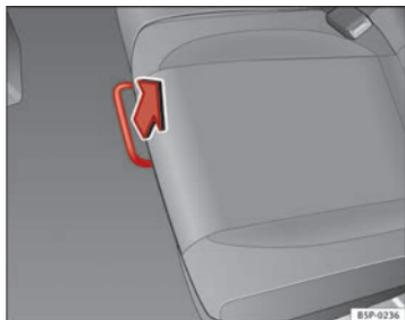

Fig. 97 Barra de destrançamento do banco traseiro
- Na posição de sentado, destranque a alavanca no sentido da seta ⇒ Fig. 97.